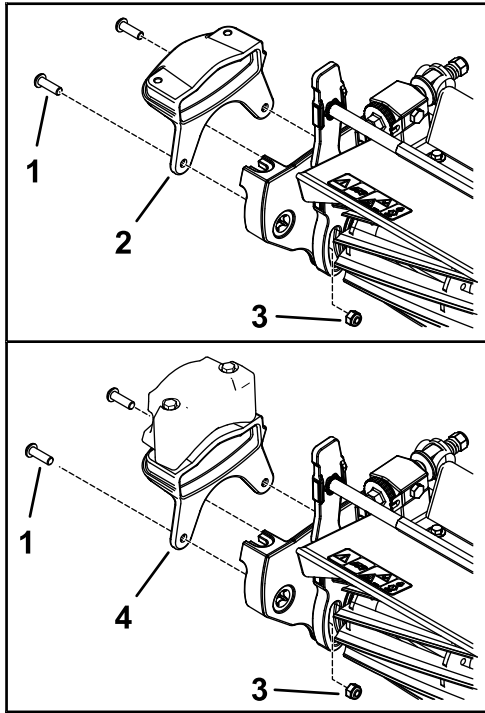

Figure 10
1. Fixez la nouvelle masse sur le côté de l'unité de coupe à l'aide de 2 boulons (5/16") et 2 écrous (5/16"), comme montré à la Figure 10.
4. Fixez le boîtier d'entraînement du groomer à l'arbre du cylindre (Figure 10).